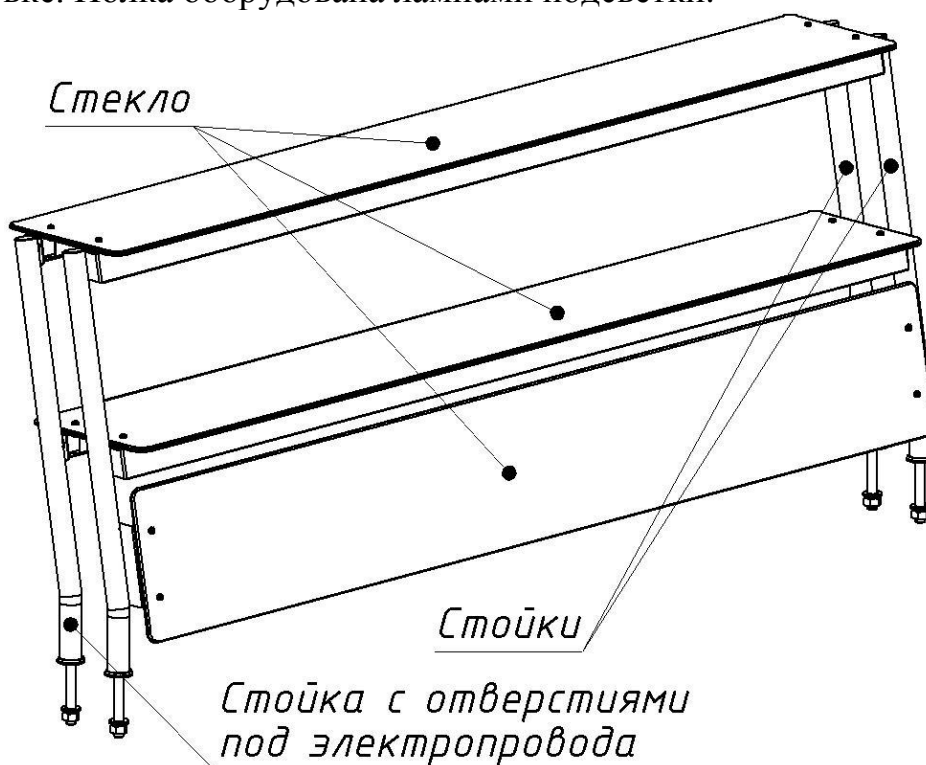

Рис.9 – Полка со стеклом
**Полка со стеклом** (рис.9) - поставляется в разобранном виде в индивидуальной картонной упаковке. Схема сборки и перечень комплекта поставки полки находится в её упаковке. Полка оборудована лампами подсветки.